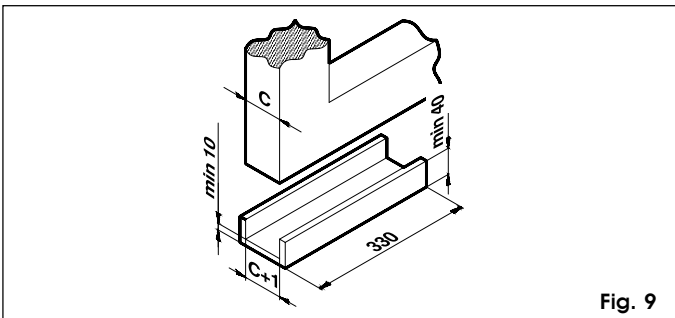

Fig. 9
- preparar un perfil en U con las medidas indicadas en la fig. 9;